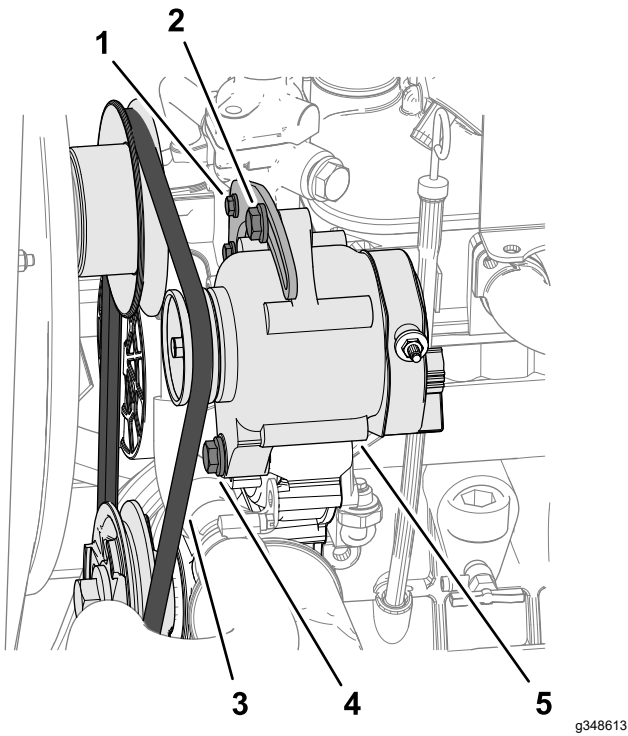

Bild 83
4. Üben Sie eine Kraft von 10 kg auf den Lichtmaschinenriemen (Bild 83) in der Mitte zwischen den Riemenscheiben aus.
- Wenn der Riemen um weniger als 10 mm ausgelenkt werden kann, lösen Sie den Drehstift und die Spannschraube (Bild 83) der Lichtmaschine und verringern Sie die Riemenspannung.
- Wenn der Riemen um mehr als 10 mm ausgelenkt werden kann, lösen Sie den Drehstift und die Spannschraube (Bild 83) der Lichtmaschine und erhöhen Sie die Riemenspannung.
Hinweis: Lösen Sie bei Bedarf die Spannschraube der Halterung (Bild 83).
6. Ziehen Sie die Schrauben fest (Bild 83).